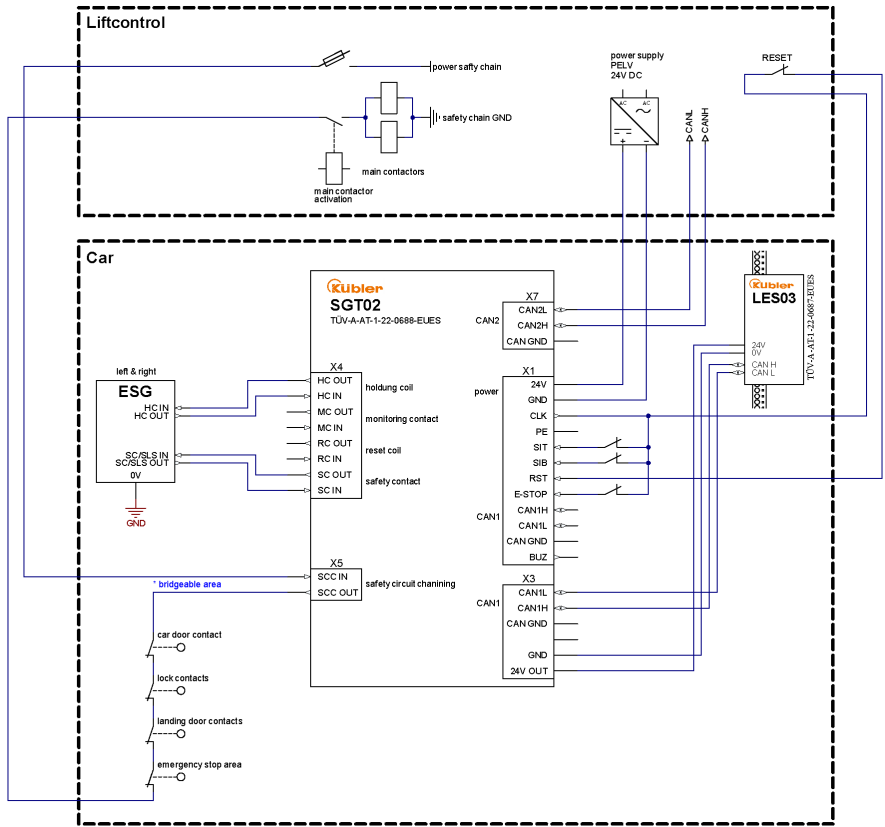

图 1: 不含电控机械式限制装置 (ESG) 复位 (Reset) 的示例。
- 对于不含复位装置（8.SGT02.x2xx.xxxx）的版本，根据图 1 [► 244] 进行连接。